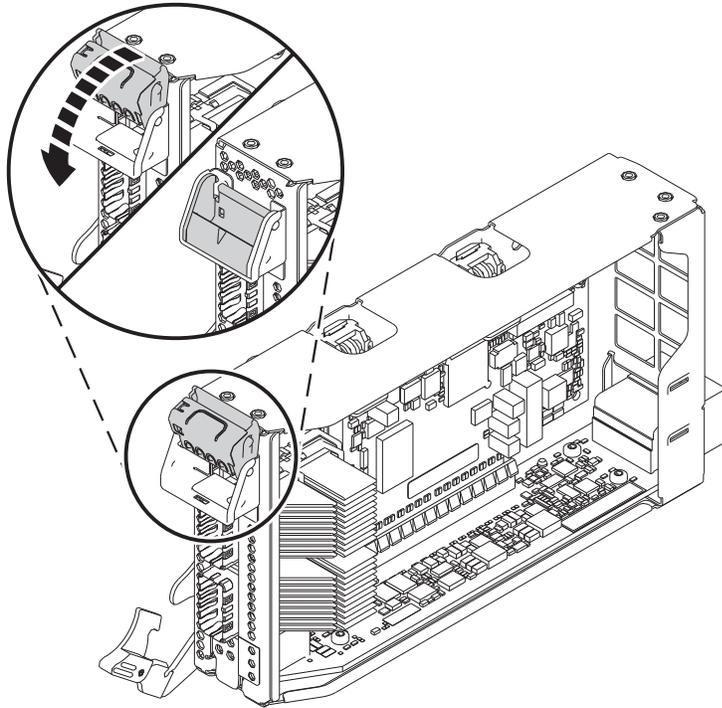

Figura 18. Colocar um adaptador de baixo perfil com metade do comprimento na cassete adaptador PCIe
- c. Para bloquear o adaptador no local, rode o trinco do contraponto como é mostrado na Figura 18 na página 19.